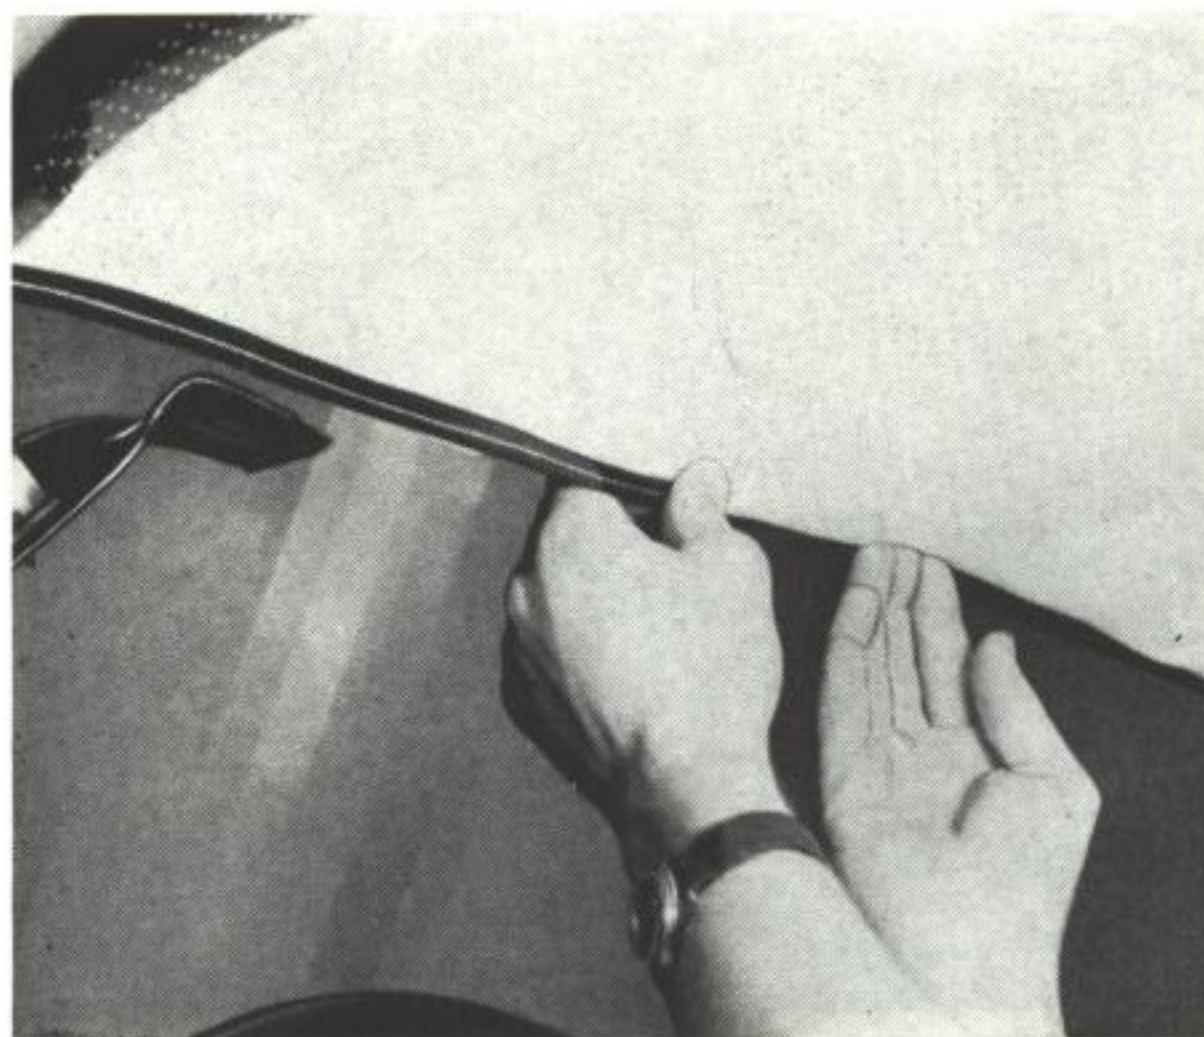

Bild 74. Plastlist viktes om och monteras
7. Vik om plastkanten och montera ovanför vindrutan enl. bild 74.